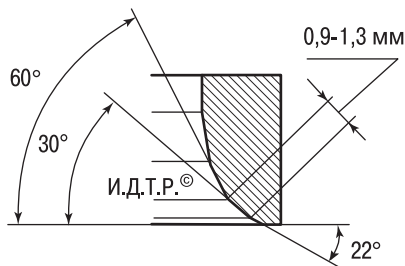

Рис. 5.3. Профиль седел клапанов
24. Более значительные дефекты седел клапанов устраняют шлифовкой, выдерживая размеры, показанные на рис. 5.3. Седла рекомендуется шлифовать в специализированной мастерской, так как для этого требуются специальные инструменты и оборудование.